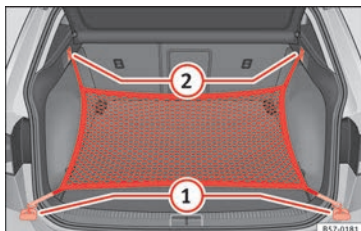

Abb. 168 Im Gepäckraum: Ösen ① und Haken ② zum Einhängen des Gepäckraumnetzes.
- Hängen Sie die kurzen Haken des Netzes in die Verzurösen » Abb. 168 ① » » ⚠ ein. Der Reißverschluss des Gepäckraumnetzes muss dabei nach oben zeigen.
- Befestigen Sie die Spanngurte in den Taschenhaken ②.